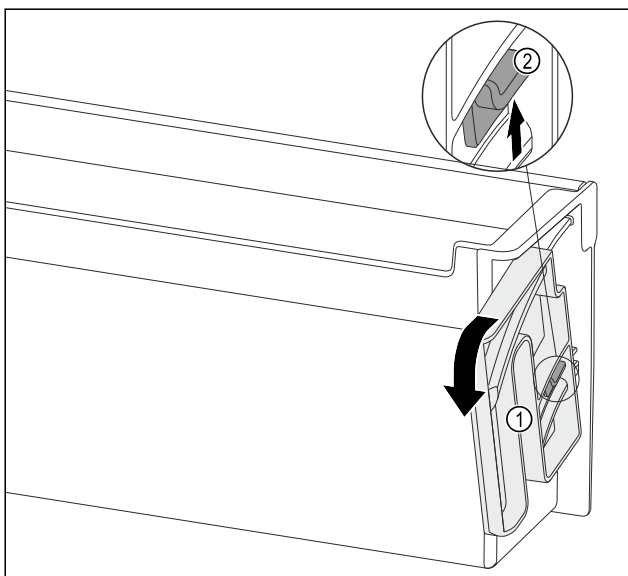

Fig. 143
- ▶ Dreheinheit Fig. 143 (1) in die angegebene Richtung bis zum Anschlag drehen.
- ▶ Lasche Fig. 143 (2) nach oben drücken und Dreheinheit Fig. 143 (1) entnehmen.